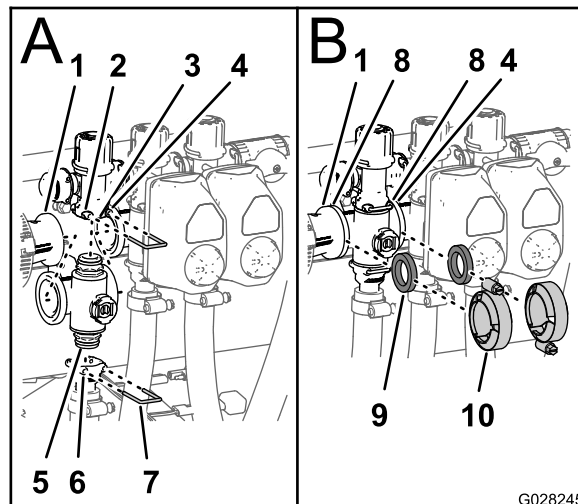

图88
1. 将歧管阀的上端盖接头插入旁通阀接头图88中的A。
2. 将卡环插入旁通阀接头的插槽从而将端盖接头固定至旁通阀接头图88中的A。
3. 将出口接头组装到歧管阀的下端盖接头上图88中的A。
4. 将卡环插入出口接头的插槽从而将端盖接头固定至出口接头图88中的A。
5. 在异径管接头凸缘与喷洒臂段阀歧管之间放1个垫片图88中的B。
6. 以手动夹紧夹具的方式组装异径管接头、垫片和喷洒臂段阀歧管图88中的B。
7. 如果要安装最左边的2个喷洒臂段阀请在两个相邻喷洒臂段阀歧管的凸缘之间放1个垫片图88中的B。
8. 以手动夹紧夹具的方式组装2个相邻喷洒臂段阀歧管和垫片图88中的B。